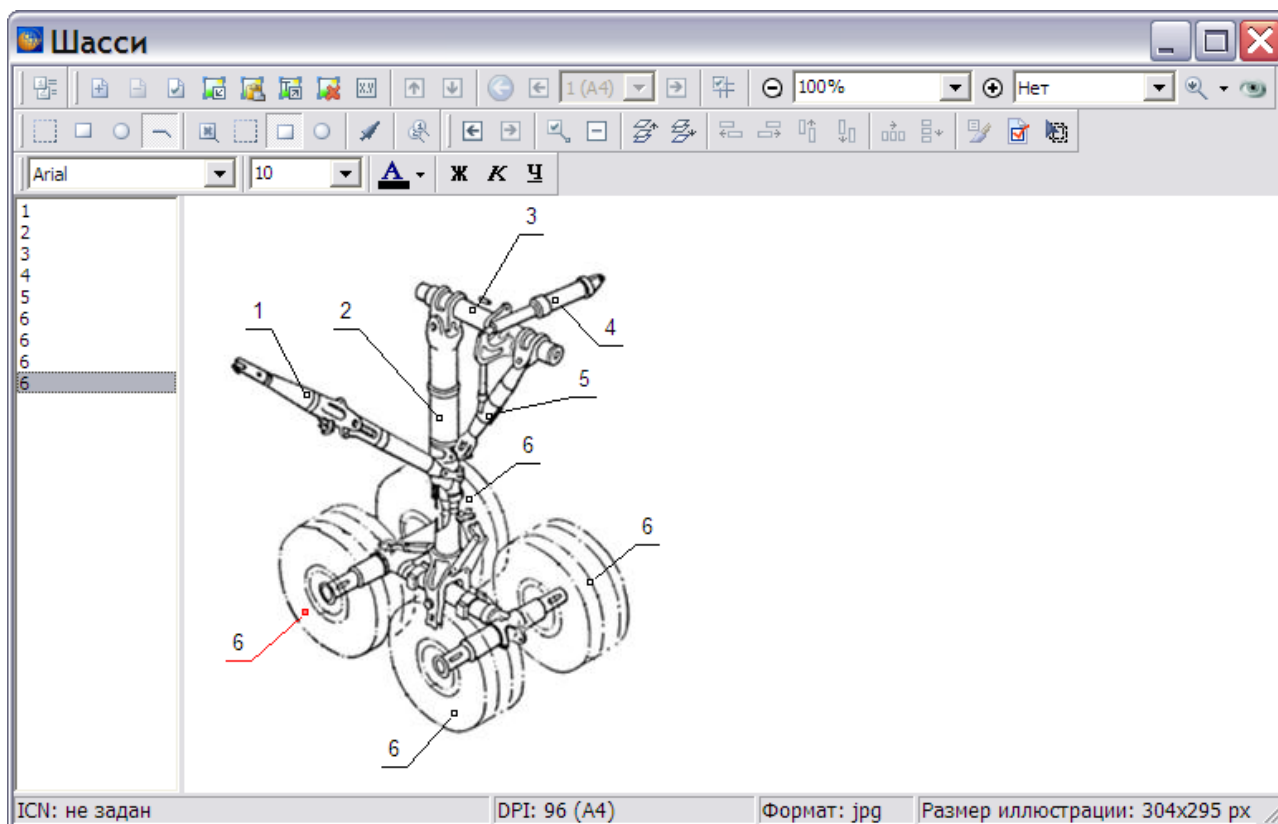

Рис. 5.153
1. Выделите выноску, например, выноску «6» (Рис. 5.153)